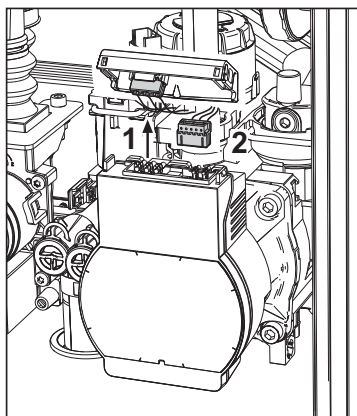

fig. 38
- Deconectați de la electricitate pompa de circulație deblocând conexiunile și ridicând elementul "1" din fig. 38.